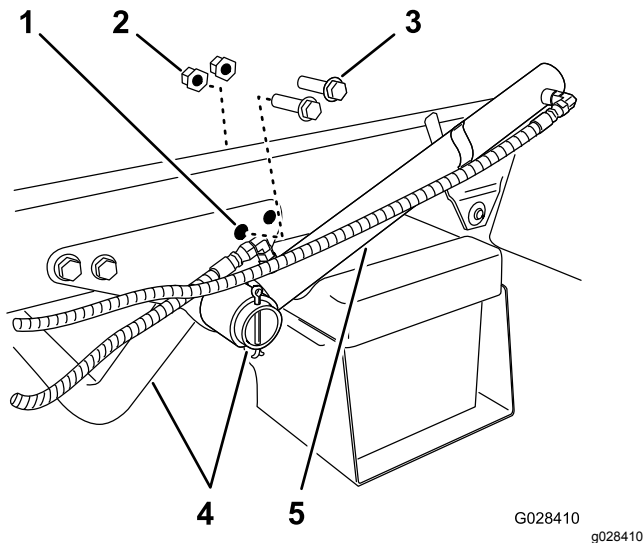

図 6
1. エンジンチューブ用のサポートブラケットを車体フレームに固定している後ろ側フランジヘッドボルト2本とフランジロックナット2個を外す 図 6。
2. タンクスキッド用ホールドダウンブラケットを取り付ける隙間を作るために、昇降シリンダの位置を変える (図 6)。